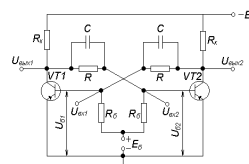

Рис. 1.18
18. Показать по схеме симметричного триггера с внешним источником смещения (рис.1.18) путь прохождения тока при закрытом состоянии транзистора VT2. Начертить временную диаграмму $U_{K1}(t)$.